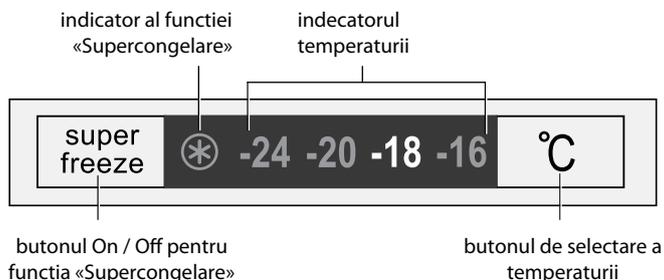

Figura 3 – Panoul de control
2.3.1 Temperatura este setata in conformitate cu figura 3 prin apasarea scurta a butonului «°C» – LED-urile sunt afisate alternativ cu valori numerice ale temperaturii de la «-24» la «-16» cu repetarea ulterioară.